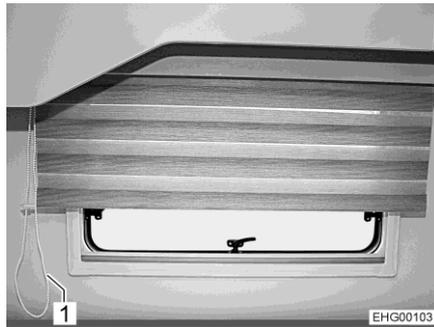

Bild 83 Vario-Rollo, Heckbereich
- Verdunkeln/Abschatten:** ■ An dem Strang der Ziehkette (Bild 83,1) ziehen, der das Vario-Rollo schließt, bis das Vario-Rollo in der gewünschten Stellung steht.
- Verdunklung aufheben:** ■ An dem Strang der Ziehkette (Bild 83,1) ziehen, der das Vario-Rollo öffnet, bis das Vario-Rollo in der gewünschten Stellung steht.